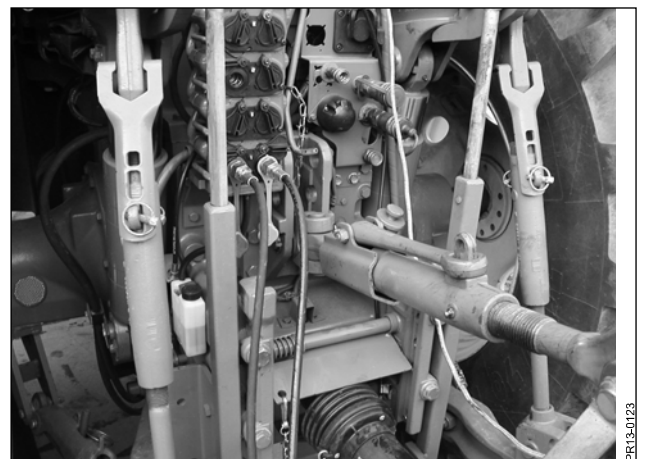

Fig. 2-4
**Fig. 2-4** Hydraulikslangerne tilkobles et dobbeltvirkende udtag. Maskinen svinges i arbejdsstilling ved først at hæve liftarmene, og dernæst aktivere det dobbeltvirkende udtag, samtidig med at ventilen påvirkes ved træk i snoren.